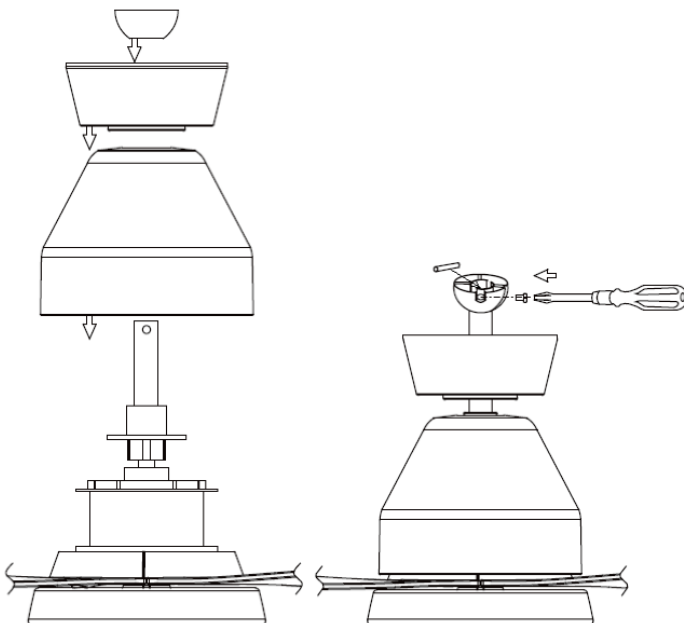

Fig. 7
- Reinstale la carcasa del motor y el florón a la varilla descendente. Fig. 7
- Asegure el pin y la junta de bola a la varilla descendente. Fig.7